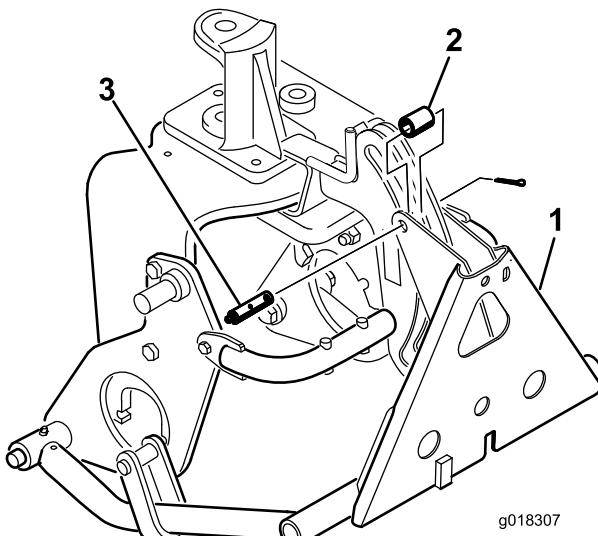

Figura 10
8. Fissare l'adattatore del telaio al telaio dell'attacco di traino con un tubo, un perno con testa e una coppiglia (Figura 10).